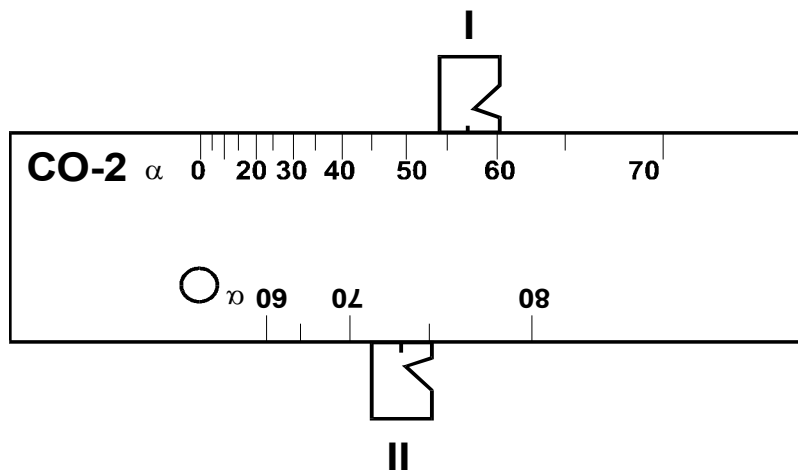

Рисунок 5.6
5.4.2 Поставьте ПЭП на СО-2 таким образом, чтобы метка точки выхода луча совпадала со значением шкалы углов, равным номинальному значению угла ввода ПЭП (Рисунок 5.6). При этом, в положение I ставится преобразователь с углом ввода $\alpha \leq 65^\circ$, а в положение II - $\alpha > 65^\circ$.
5.4.6 В этом положении ПЭП перенесите точку выхода луча на шкалу углов СО-2 (Рисунок 5.6). Значение на шкале и будет являться углом ввода α .